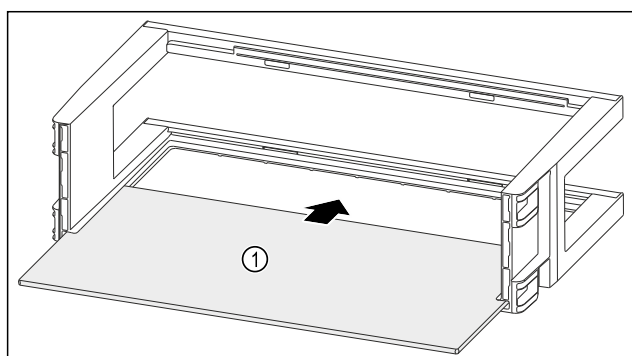

Fig. 125
- Inserire il ripiano Fig. 125 (1) negli incavi laterali.